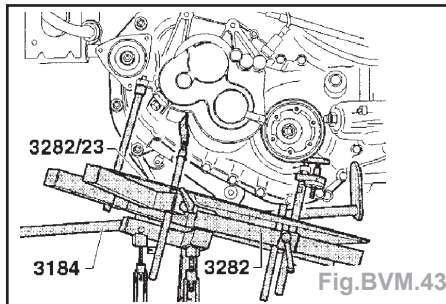

Fig.BVM.43
- Orienter la plaque d'ajustage parallèlement à la boîte de vitesses et bloquer le support de sûreté sur la boîte de vitesses (Fig.BVM.43).